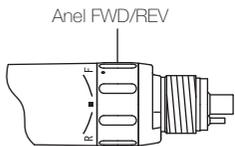

Fig.3
- 1) Rotação em Avanço: Rode o anel FWD/REV para F. (Fig.3)